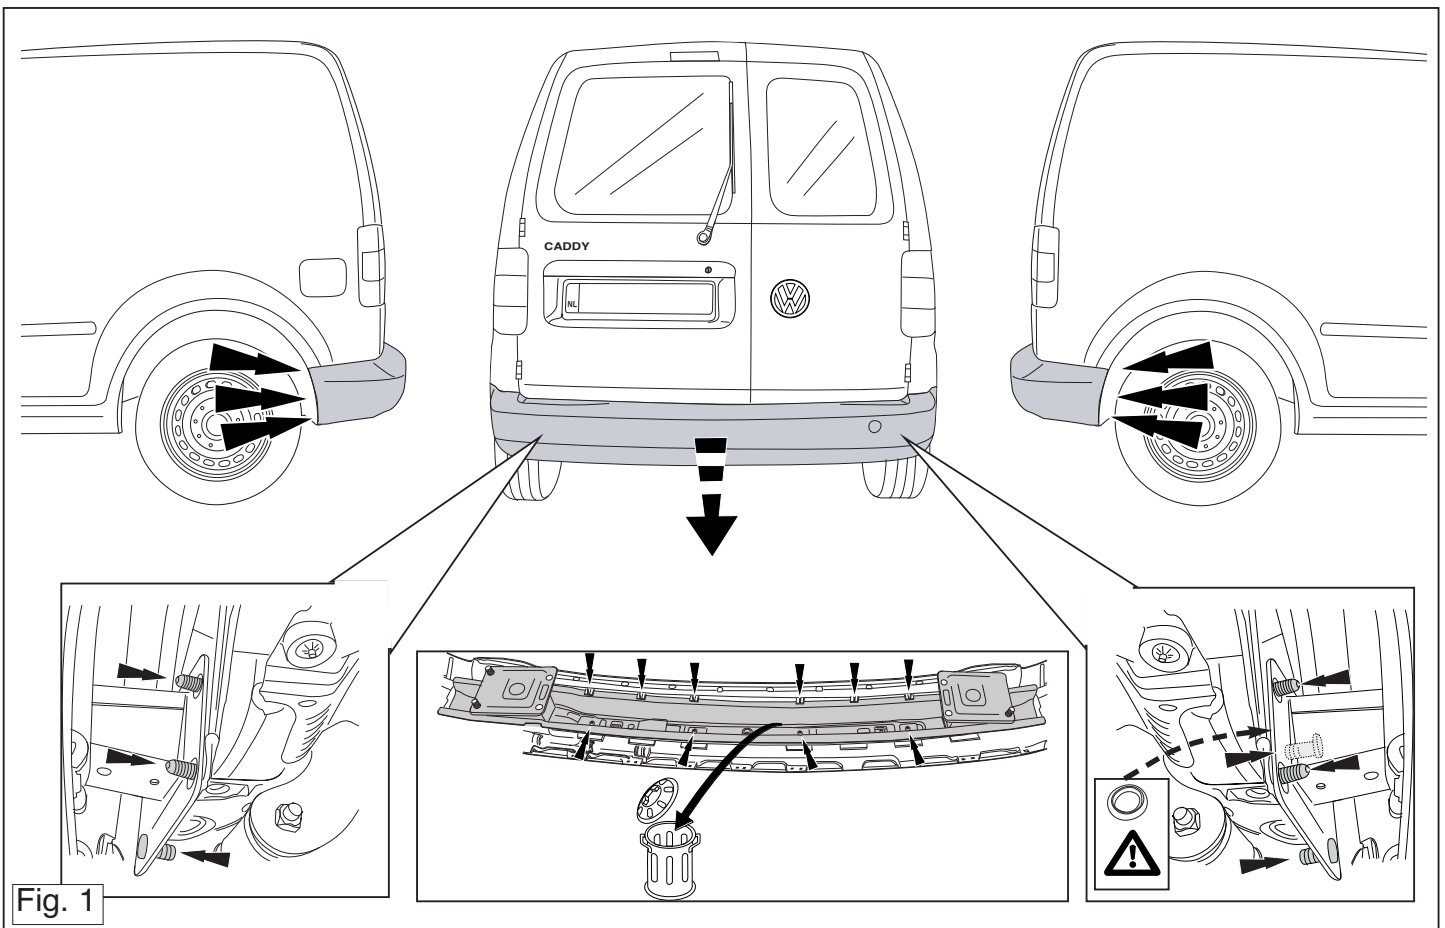

Fig. 1
buffer beam will no longer be needed. (See fig. 1).
1. Die Stoßstange einschließlich des stählernen Stoßbalkens vom Fahrzeug abmontieren. Der Stoßbalken wird nicht mehr benötigt. (Siehe Abb. 1).
stötanden förfaller. (Se fig. 1).
belka zderzakowa nie będzie ponownie używana. (rys. 1).
traverse ne sera plus utilisée. (voir fig. 1).